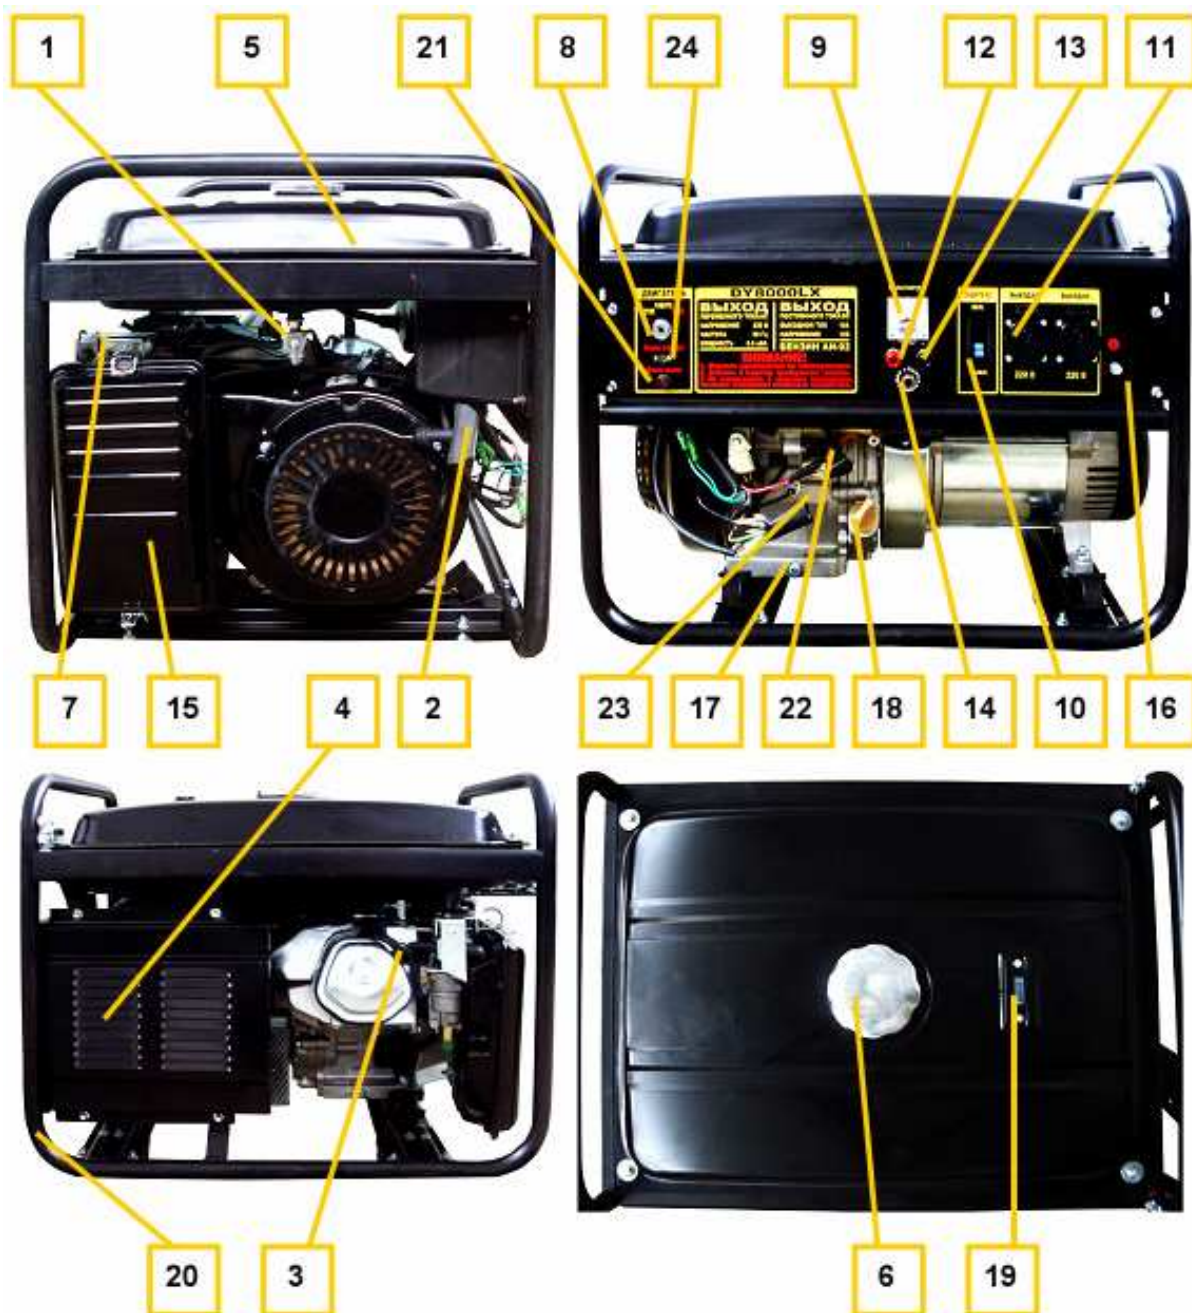
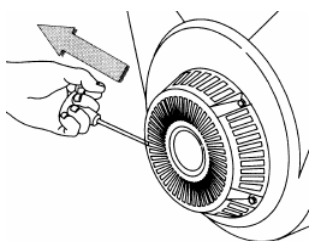

Рис. 1
Рис. 2
- Вывинтить щуп (поз.18 рис.1) и залить в картер масло соответствующего типа (таблица 2 п.8) до нижнего края горловины. Вставить чистый сухой щуп в горловину картера и вынуть его. Проверить уровень масла: граница смоченной области щупа должна располагаться между отметками минимального и максимального уровней.
– При установке генератора следует подключить к резьбовой клемме (поз.16 рис. 1) проводник заземляющего устройства, удовлетворяющего требованиям раздела «Обеспечение требований безопасности».
- Отключить все потребители переменного тока от генератора, переведя рычаг автоматического выключателя (поз.10 рис.1) в отключенное положение «0», отсоединить потребители постоянного тока от клемм (поз. 12, 13 рис. 1).
- При использовании бензина открыть топливный кран (поз. 1 рис. 1)
- При использовании бензина перевести рычаг управления воздушной заслонкой (поз.7 рис.1) в крайнее левое положение при пуске холодного двигателя и в промежуточное положение при пуске прогретого двигателя.
- Перевести выключатель двигателя (поз.8 рис.1) в отключенное положение «0».
- Плавно вытянуть до упора трос ручного стартера за ручку (поз. 2 рис. 1) и вернуть в исходное положение (см. также рис. 2).
- Перевести выключатель двигателя (поз.8 рис.1) во включенное положение «1».
- При ручном пуске придерживая генератор за раму, резко с интенсивным усилием вытянуть трос стартера до упора (рис. 2), повторив действие несколько раз при необходимости. Если двигатель не запускается, следует изменить положение рычага воздушной заслонки, сдвигая его вправо тем больше, чем выше температура двигателя и окружающего воздуха при использовании бензина или повторить кратковременное нажатие кнопки регулятора при работе на газе, затем повторить пуск с помощью стартера. Включение электрического стартера производится поворотом ключа выключателя (поз.8 рис.1) в крайнее правое положение «пуск». Сразу после пуска двигателя отпустить ключ для обеспечения его самовозврата в среднее положение. При срабатывании защиты (поз.24 рис.1) нажать сброс после остывания автоматического выключателя.
- При работе на бензине после прогрева двигателя в течение времени около 10-40 секунд, в зависимости от начальной температуры, перевести рычаг заслонки (поз. 7 рис. 1) в крайнее правое положение, если при этом двигатель работает неустойчиво вернуть рычаг заслонки (поз. 7) в прежнее положение и обеспечить завершение прогрева.
- Подключить к разъемам генератора потребители, соответствующие требованиям раздела «Обеспечение требований безопасности». Полная (сумма активной и реактивной) мощность всех подключаемых потребителей в стационарном режиме не должна превышать значений номинальной мощности, указанных в Таблице 1. Не допускается длительное превышение номинальной мощности более, чем на 10% выше номинального значения. Включить автоматический выключатель (поз.10 рис.1), установив его рычаг управления в положение «1».
- При работающем генераторе отключить автоматический выключатель (поз.10 рис.1), отсоединить потребители постоянного тока от клемм.
- Закрыть топливный кран (поз.1 рис.1).
- 6.1 Наличие и величина напряжения переменного тока индицируется и измеряется вольтметром (поз.9 рис.1).
- 6.2 Причиной отсутствия напряжения при работающем генераторе может служить срабатывание автоматических выключателей защиты цепей от перегрузки (поз. 10, 14 рис.1). В этом случае следует устранить причину перегрузки и нажать кнопку или клавишу сброса соответствующего автоматического выключателя после его остывания.